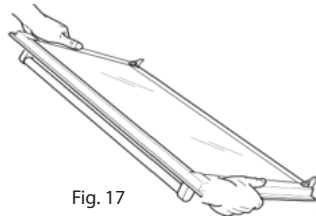

Fig. 17
- Hold the door fast (Figure 17).